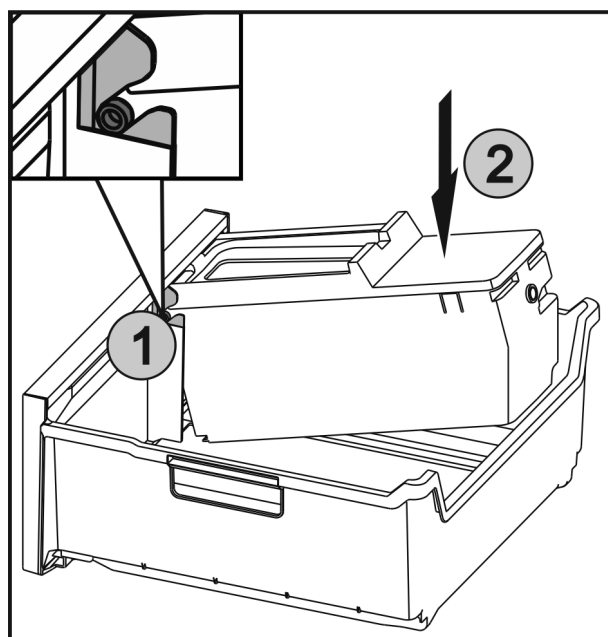

Fig. 49
- ▶ De assen Fig. 49 (1) van EasyTwist-Ice in de geleidingen schuiven en de achterste zijde Fig. 49 (2) erin drukken tot de lip vergrendelt.